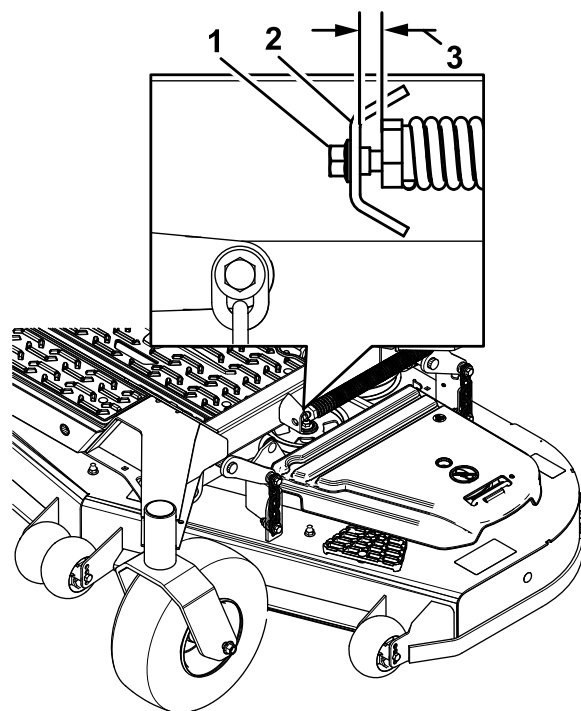

Figura 81
10. Allentate lentamente la vite di regolazione sulla molla di sollevamento assistito sinché non è possibile rimuovere la vite (Figura 81).